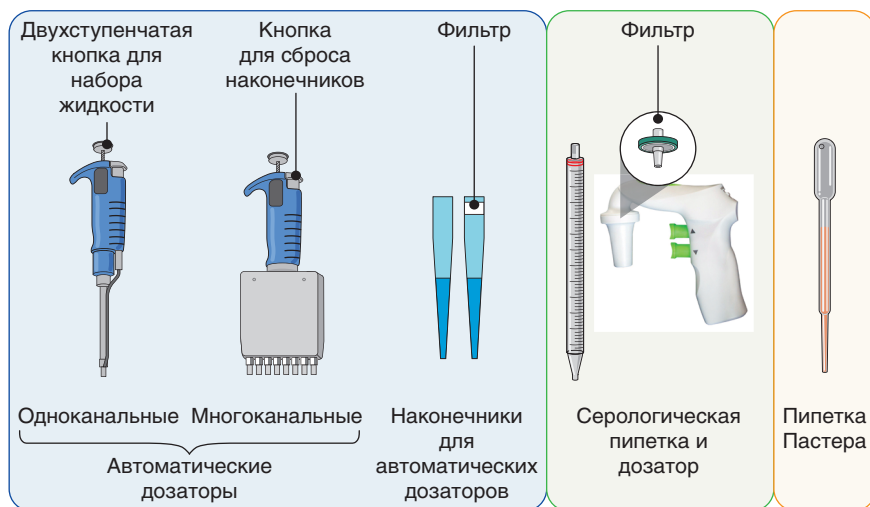

Рис. 1.2. Типы пипеток, используемых в лабораториях для переноса жидкостей
**Пипетки.** Пипетки разного типа необходимы для переноса жидкостей (рис. 1.2).